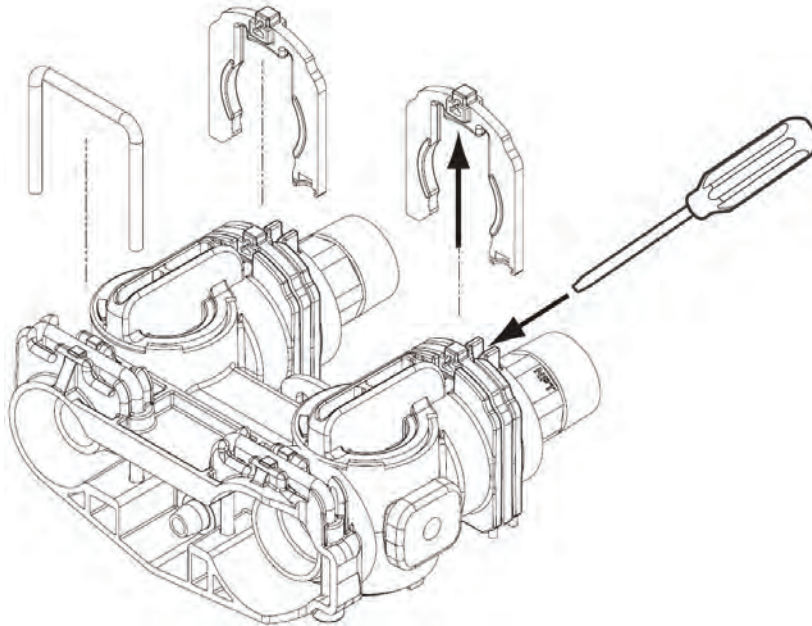

Abbildung 7 Montage des Anschlussstücks
1. Bereiten Sie die Teile und eine Rolle Teflonband vor. Die Installationsadapter müssen entfernt werden (Abb. 7 Montage des Anschlussstücks).
3. Entfernen Sie die Feder, indem Sie eine flache Klinge unter die obere Mitte der Feder einführen und nach oben drücken (heraushebeln) (Abbildung 7 Montage des Anschlussstücks).